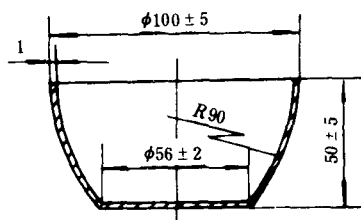

图 3
3.3 外坩埚:厚约 1mm,用 08 号或 10 号优质碳素结构钢制成,其尺寸见图 3。